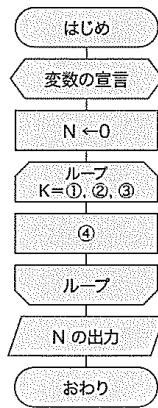

図11
問2 図11は、1から10までの整数の和Nを求めるプログラムの流れ図である。①~③に適する数値を、④にあてはまる処理を答えよ。